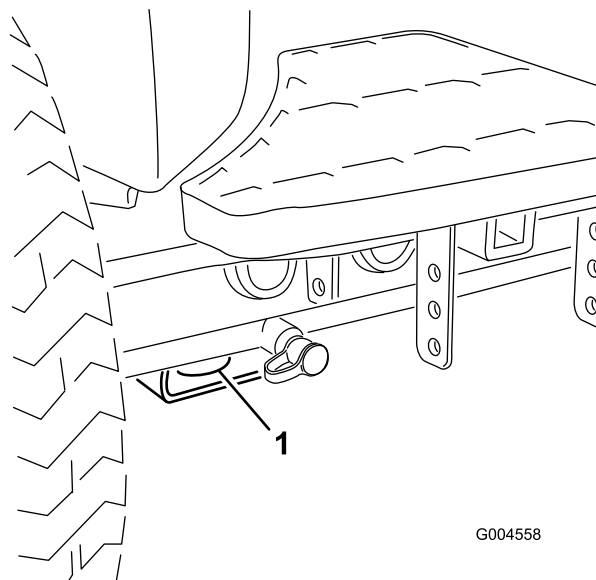

Figura 44
- Delantero – el orificio del bloque rectangular, debajo del tubo del eje, al interior de cada rueda delantera (Figura 44).